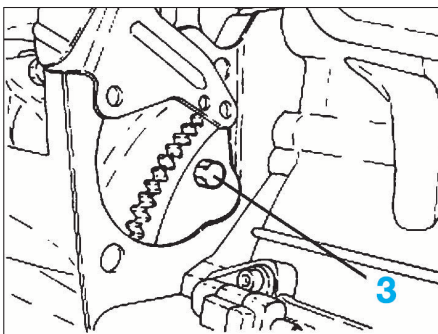

FIG. 3
- Déposer les vis de fixation (3) du convertisseur de couple. Pour cela, tourner le vilebrequin de façon à pouvoir accéder à ces vis (Fig.3)